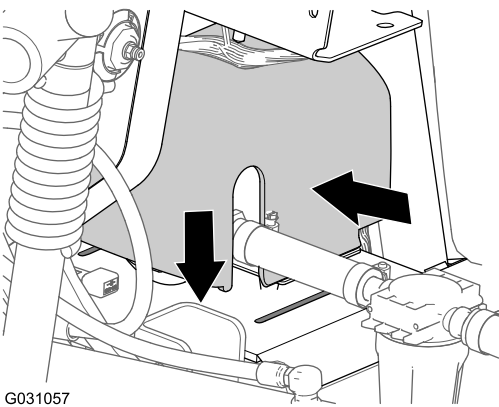

Figura 239
2. Alinee la tapa de la bomba de enjuague sobre la placa base de la bomba de enjuague (Figura 239).